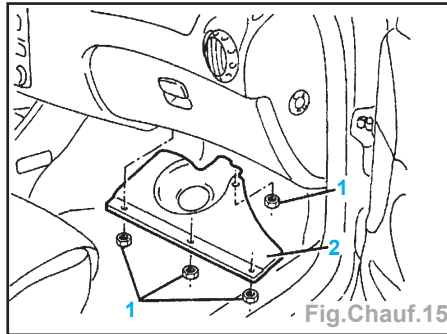

Fig. Chauff.15
- Déposer le revêtement D. du dessous de tableau de bord (Fig. Chauff.15).